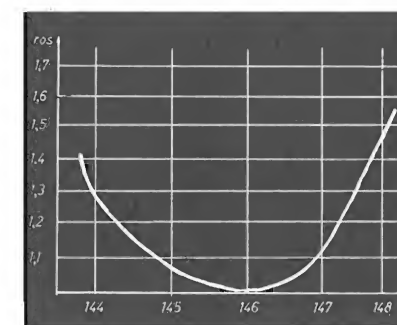

figura 5 - Curva di R.O.S.
- 4) banda passante estremamente larga (4 MHz per SWR < 2:1 - vedi curva di ROS in figura 5).